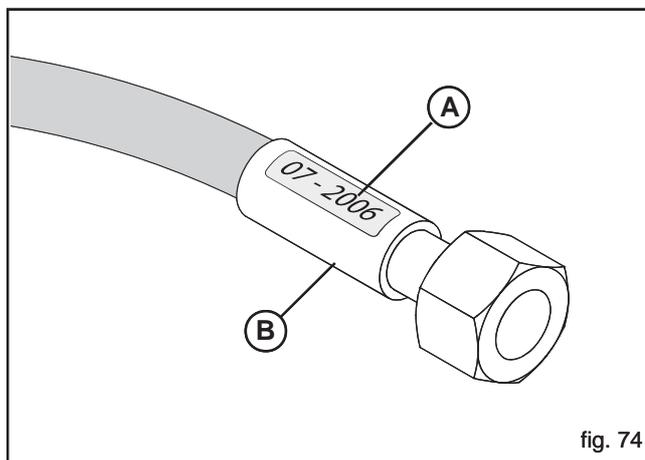

fig. 74
- Auf Abbildung 74 (A) ist ein Beispiel zum Produktionsjahr der ölhydraulischen Rohre angegeben.
- Lecks in der Nähe der Einlagen (B, Abb. 74);
- Korrosion der Einlagen (B, Abb. 74);
- mehr als 5 Jahre seit dem Produktionsdatum vergangen sind (A, Abb. 74).